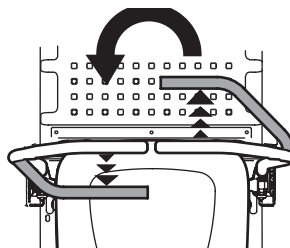

Figure 28
3. Pour tourner dans le sens antihoraire, déplacez le levier de contrôle droite de la barre abdominale vers l'avant tout en déplaçant simultanément le levier de contrôle de la barre abdominale gauche vers l'arrière (Figure 28).